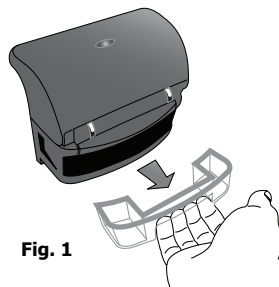

Fig. 1
1. Retire o colectador de água, por debaixo da dobradiça da tampa, puxando-o para fora [fig. 1]. Retire a água recolhida após uso.